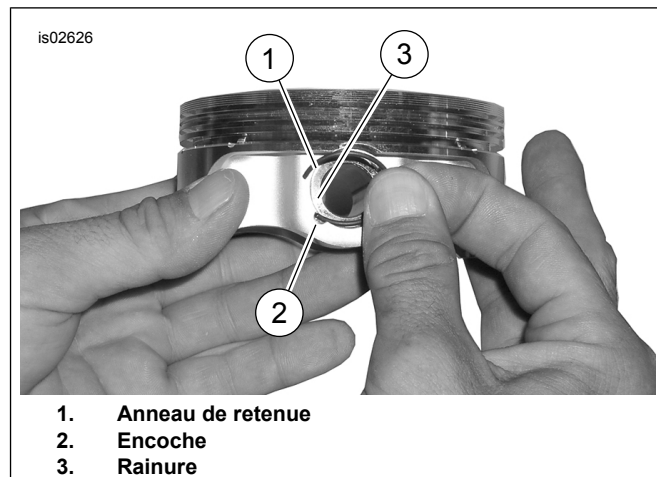

Figure 3. Anneau de retenue et piston
- Voir Figure 3. Insérer l'extrémité ouverte de l'anneau de retenue (1) dans l'encoche (2), sur la rainure (3), autour du bossage de l'axe de piston, de façon que l'ouverture soit à la position de 12 heures ou de 6 heures une fois installé.